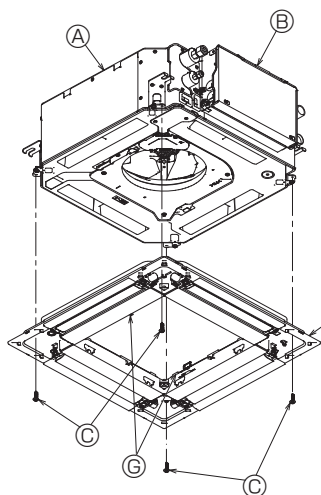

Fig. 5-7
- Fastgør gitteret ved at spænde de fire skruer. (Fig. 5-7)